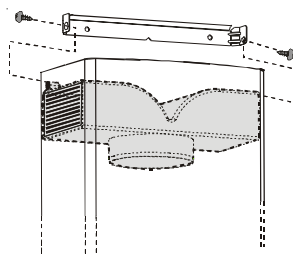

Рис. 2
- При помощи двух винтов $\varnothing 2,9 \times 13$ мм установите дефлектор. **Рис. 2.**